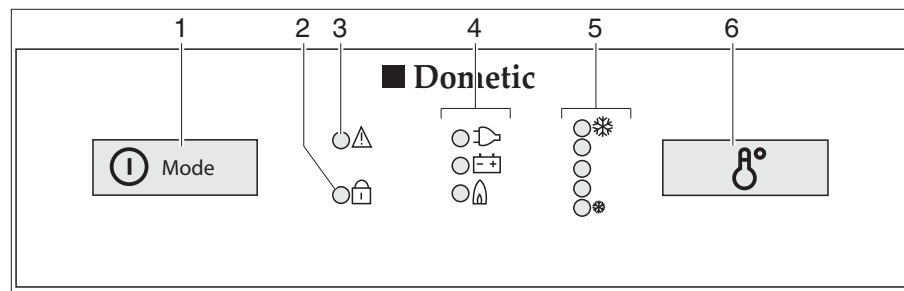

Fig. 323 Elementos de mando para el frigorífico (Dometic de la serie 8 con SMSE)
- Pulsar el conector/selector de energía (Fig. 323,1) 2 segundos para conectar el aparato. Se ilumina el LED del último modo de funcionamiento seleccionado.
- Si fuera necesario, pulsar el conector/selector de energía (Fig. 323,1) varias veces brevemente hasta que se ilumine el piloto gas "🔥". El suministro de gas está abierto. El encendido se realiza automáticamente. Se oye un sonido de tic-tac hasta que el proceso de encendido se haya llevado a cabo con éxito.
- Ajustar la temperatura de refrigeración con el conmutador para el ajuste de la temperatura (Fig. 323,6).
- Si fuera necesario, pulsar el conector/selector de energía (Fig. 323,1) varias veces brevemente hasta que se ilumine el piloto 230 V "⚡".
- Si fuera necesario, pulsar el conector/selector de energía (Fig. 323,1) varias veces brevemente hasta que se ilumine el piloto 12 V "⊕".